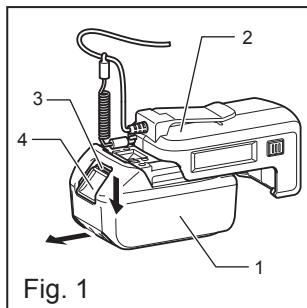

Fig. 1
**Installing or removing battery cartridge (Fig. 1)**
### **Installation ou dépose de la batterie (Fig. 1)**